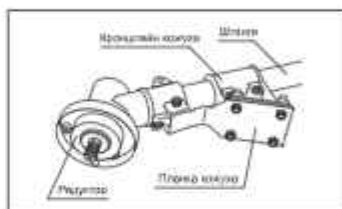

Рис. 3
2. Установите защитный кожух на штангу, расположив его между кронштейном и планкой защитного кожуха, и зафиксируйте его четырьмя винтами (рис. 3).